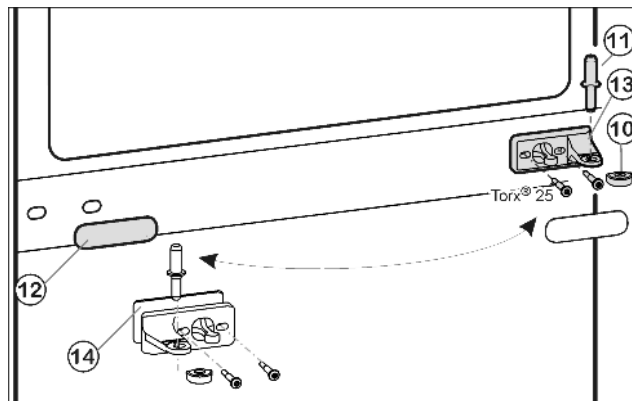
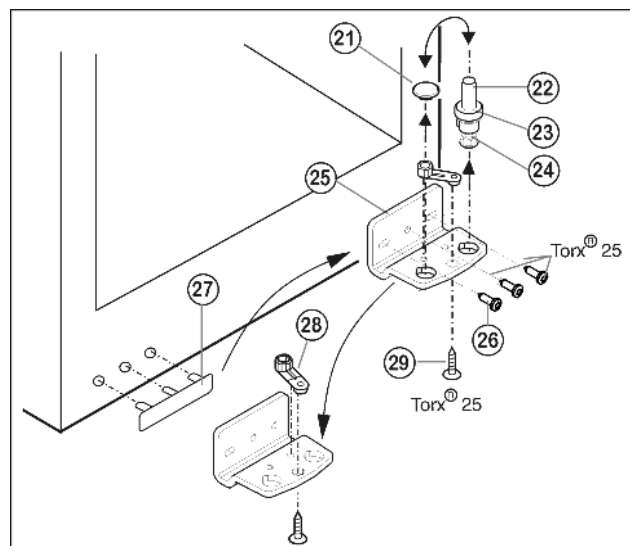

Fig. 9
Fig. 10
- Ložiskový čap v strede Fig. 9 (11) vytiahnite z ložiskovej konzoly a následne vyťahnite dolné dvere.
- Plastový uzáver Fig. 9 (10) odoberte.
- Odskrutkujte strednú ložiskovú Fig. 9 (13) konzolu (2 krát Torx® 25).
- Záslepku Fig. 9 (12) opatrne odoberte.
- Strednú ložiskovú konzolu Fig. 9 (13) s podložkou Fig. 9 (14) otočenú o 180° priskrutkujte na novú stranu závesu **pevne (pomocou krútiaceho momentu 4 Nm)**.
- Záslepku Fig. 9 (12) otočenú o 180° opäť zaklapnite na novej strane držadla.
- Ložiskový čap Fig. 10 (22) kompletný, s podložkou Fig. 10 (23) a nastaviteľnou nohou Fig. 10 (24), vyťahnite smerom nahor.
- Zátku Fig. 10 (21) podvihnite.
- Ložiskovú konzolu Fig. 10 (25) odskrutkujte Fig. 10 (26).
- Ložiskový diel Fig. 10 (28) odskrutkujte Fig. 10 (29) a premiestnite ho do protiahlého otvoru uloženia ložiskovej konzoly, opäť priskrutkujte.
- Kryt na strane držadla Fig. 10 (27) opatrne nadvihnite a premiestnite na opačnú stranu.
- Ložiskovú konzolu Fig. 10 (25) na novej strane závesu zaskrutkujte **pevne (pomocou krútiaceho momentu 4 Nm)** príp. pomocou akumulátorového skrutkovača.
- Zátku Fig. 10 (21) opäť nasadte do inej diery.
- Ložiskový čap Fig. 10 (22) kompletný, s podložkou a nastaviteľnou nohou, opäť nasadte. Dbajte pritom na to, aby zárez dorazu ukazoval smerom dozadu.
- Spodné dvere nasadíte zhora na ložiskový čap dole Fig. 10 (22).
- Plastový uzáver Fig. 9 (10) nasadíte opäť na ložiskovú konzolu v strede Fig. 9 (13).
- Ložiskový čap v strede Fig. 9 (11) nasadíte na novej strane závesu cez ložiskovú konzolu v strede Fig. 9 (13) do spodných dverí.
- Vrchné dvere nasadíte na ložiskový čap v strede Fig. 9 (11).
- Dvere prípadne súosovo vyrovnajte ku krytu zariadenia cez obidve pozdĺžne diery v ložiskovej konzole dole Fig. 10 (25) a v ložiskovej konzole v strede Fig. 9 (13). K tomu vyskrutkujte prostrednú skrutku na ložiskovej konzole Fig. 10 (25).